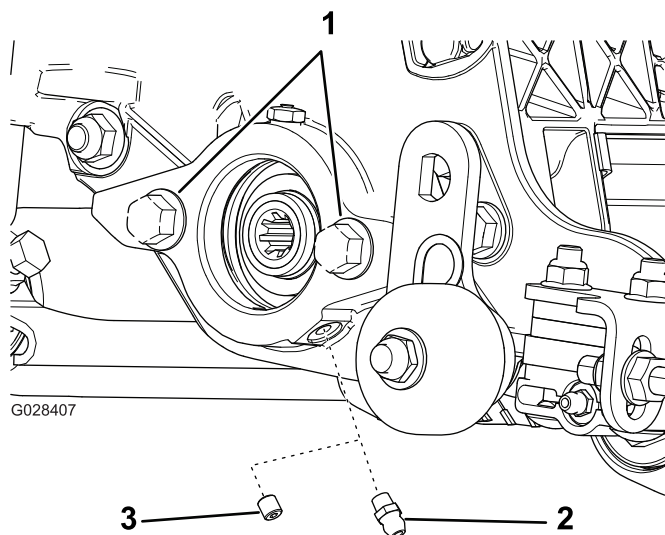

Figura 5
1. Togliete ed eliminate la vite di arresto sulla piastra laterale del motore dei cilindri (Figura 5).
2. Montate il raccordo d'ingrassaggio diritto (Figura 5).
3. Se non sono presenti bulloni sulla piastra laterale del motore dei cilindri, montateli (Figura 5).